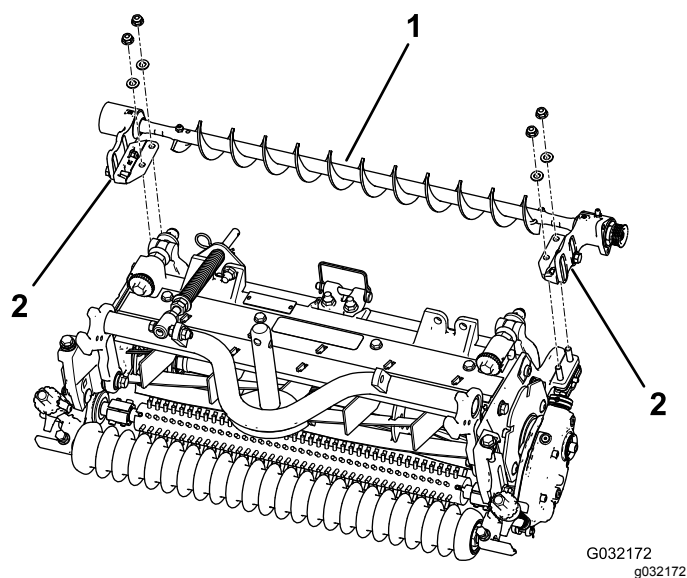

図 4
5. 左または右ローラブラシアセンブリ取り付けブラケットを、ローラブラケットボルトにセットする 図 4。